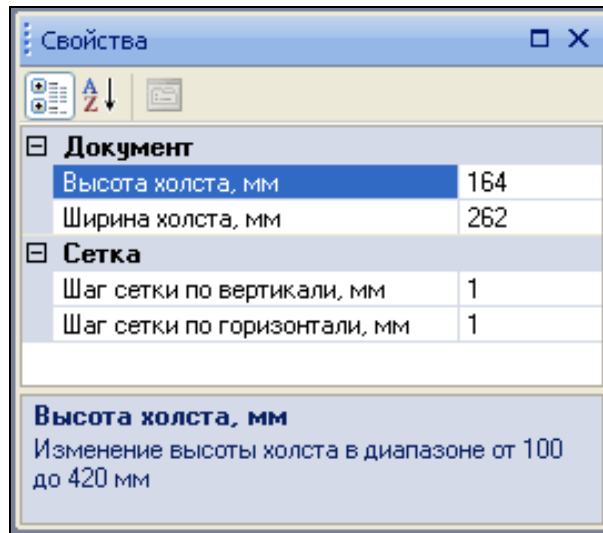

Рисунок 3.7 – Закладка «Свойства» с параметрами по умолчанию
4) **размеры холста (рабочего поля проекта) и шаг сетки (по вертикали и горизонтали)** пользователь может изменять для удобства размещения всех компонентов проекта. Необходимые цифры размеров указываются на закладке «Свойства», рисунок 3.7;